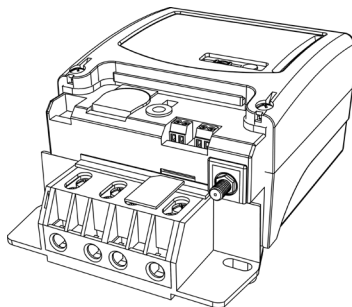

Рисунок 4.3
- Установить/извлечь SIM-карту (рисунок 4.3).
Для счетчиков исполнения R2 к антенному разъему (рисунок 4.3) подключить одну из внешних антенн: